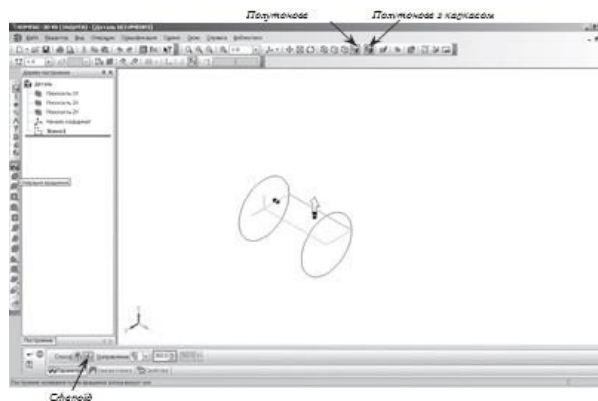

Рисунок 2.1 – Спосіб побудови Циліндру
- за допомогою безперервного введення відрізка та ортогонального креслення побудуйте ескіз прямокутника довжина 20 мм, висота 50 мм (рис. 2.1);
- на панелі властивостей на вкладці параметри вкажіть спосіб побудови  – сфероїд (побудова суцільного елемента), напрямок обертання 360° (рис. 2.1);
- на Інструментальній панелі **Вид** виберіть команду полутонове, півтонове з каркасом (рис. 2.1).